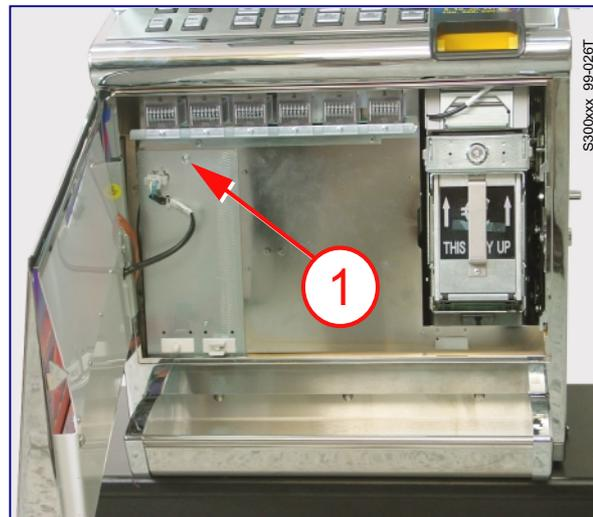

Figura 7.3.e Tornillo sujeción soporte módulo reactancia ventana inferior.
- 2) Utilizando un destornillador *Phillips* retire el tornillo marcado como [1] en la *Figura 7.3.e* y retire el soporte micros y módulo reactancia.
- 3) Desconecte la manguera del módulo reactancia (elemento [1] *Figura 7.3.f*).